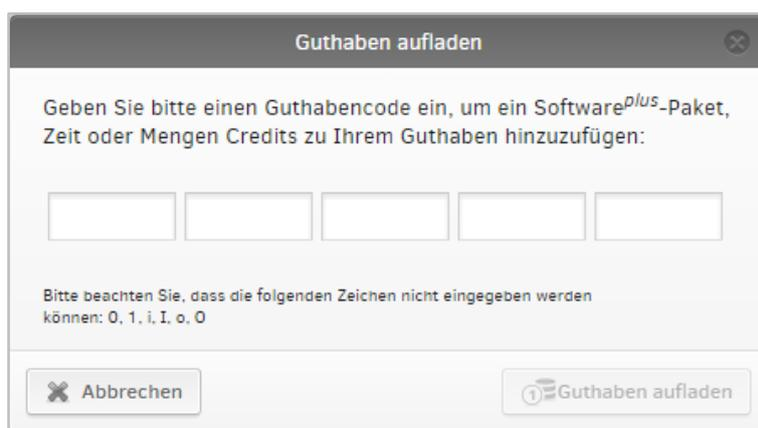

Abbildung 50: Guthaben aufladen
- Geben Sie den Code im Anwendungsfenster Guthaben aufladen (Abbildung 50: Guthaben aufladen) ein.